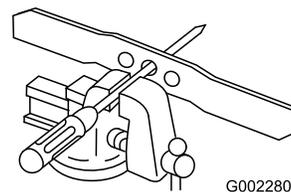

Рисунок 33
1. Проверьте балансировку ножа, поместив центральное отверстие в ноже поверх гвоздя или стержня отвертки, зажатых горизонтально в тисках (Рисунок 33).